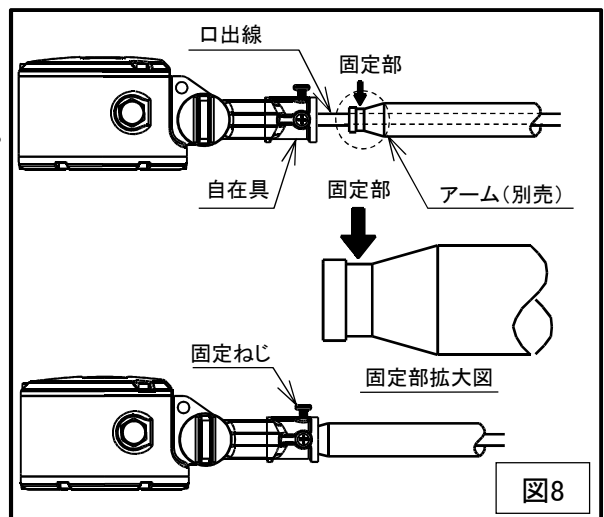

図8
- ② 器具の口出線をアーム(別売)に通してアームの先端を自在具に奥まで挿入して、固定ねじ(M6×2本)が固定部(図中矢印部)に当たるようにして確実に固定してください。(図8)